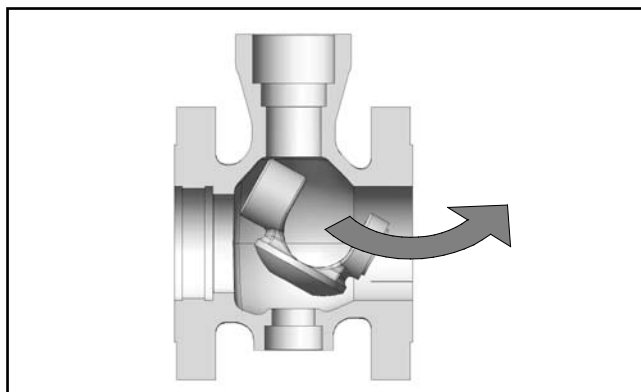

Figura 2a : estrazione otturatore
- 5.5 Estrarre l'otturatore dal corpo. Vedere figura 2a.